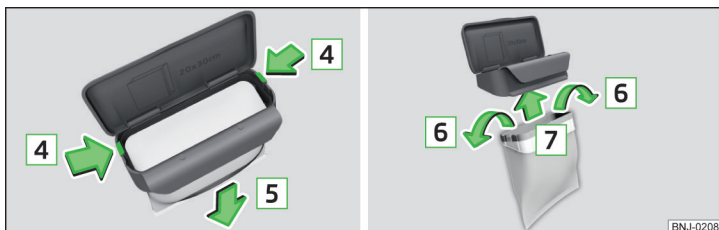

Bild 79 Byta påse
- Tryck spärrhakarna på ramen i pilens riktning **4** » bild 79.